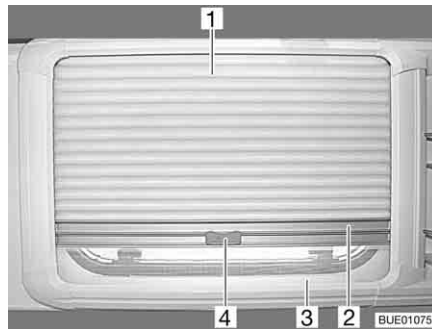

Fig. 53 Finestra apribile
- Afferrare la tendina oscurante pieghevole (Fig. 53,1) per la parte centrale della barra di presa (Fig. 53,2), tirarla dall'alto verso il basso e rilasciarla nella posizione desiderata. La tendina oscurante pieghevole rimane in questa posizione.
- Tirare la zanzariera a rullo (Fig. 53,3) per la maniglia (Fig. 53,4) verso l'alto fino a quando non si trova in contatto con la tendina oscurante pieghevole (Fig. 53,1).
- Inclinare la maniglia (Fig. 53,4) della zanzariera a rullo.